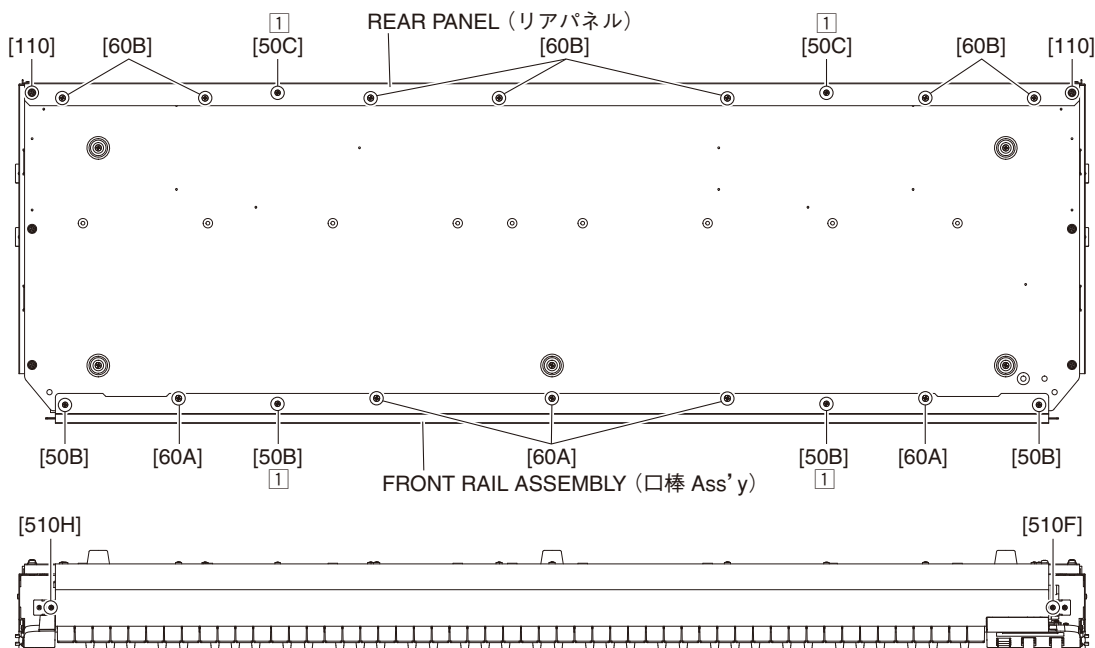

Fig. 16 (図 16)
- 18-1. Turn the unit upside down and remove the four (4) screws marked [50B] and the five (5) screws marked [60A]. (Fig. 16)
- 18-3. Remove the screw marked [510F] and the screw marked [510H]. (Fig. 16)
- 18-4. The front rail assembly can then be removed by pulling forward. (Fig. 16)
* **When installing the front rail assembly, tighten the screws ① shown in the figure 16 and then tighten the other screws.**
- 19-1. Remove the two (2) screws marked [50C], the seven (7) screws marked [60B] and the two (2) screws marked [110]. (Fig. 16)
* **When installing the rear panel assembly, tighten the screws ① shown in the figure 16 and then tighten the other screws.**
- 18-1. 本体を裏向きにして、[50B] のネジ 4 本と [60A] のネジ 5 本を外します。(図 16)
- 18-3. [510F] のネジ 1 本と [510H] のネジ 1 本を外します。(図 16)
- 18-4. 口棒 Ass'y を手前に引くように外します。(図 16)
- ※ 口棒 Ass'y を取り付ける際は、図 16 に示す ① のネジを締めてから他のネジを締めてください。
- 19-1. 本体を裏向きにして、[50C] のネジ 2 本、[60B] のネジ 7 本と [110] のネジ 2 本を外します。(図 16)
- ※ リアパネルを取り付ける際は、図 16 に示す ① のネジを締めてから他のネジを締めてください。